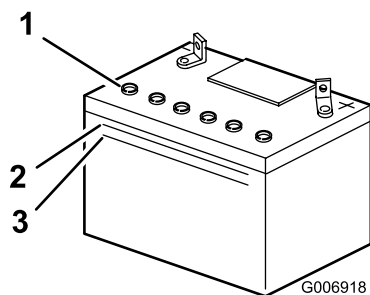

Figure 28
2. Observez le côté de la batterie. Le niveau de l'électrolyte doit atteindre le trait supérieur (Figure 28).
Remarque: Le niveau d'électrolyte ne doit pas descendre au-dessous du trait inférieur (Figure 28).
3. Enlevez les bouchons d'aération de la batterie (Figure 28)
5. Attendez 5 à 10 minutes après avoir rempli les éléments. Au besoin, ajoutez de l'eau distillée pour amener le niveau jusqu'au repère supérieur sur le côté de la batterie (Figure 28).